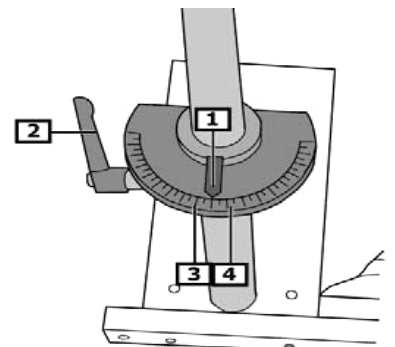

Fig. 6:
- Fig. 6** Lagerbockeeinstellung, rechte Seite, Feststellhebel (2) lösen. Zeiger (1) auf 10° rechts (4) stellen. Feststellhebel festdrehen (2).
- Fig. 6** Lagerbockeeinstellung, linke Seite, Feststellhebel (2) lösen. Zeiger (1) auf 10° (3) links stellen. Feststellhebel (2) festdrehen.
- Fig. 6** Bearing mount setting, right side, loosen locking lever (2). Set pointer (1) to 10° right (4). Tighten locking lever (2).
- Fig. 6** Bearing mount setting, left side, loosen locking lever (2). Set pointer (1) to 10° left (3). Tighten locking lever (2).
- Fig. 6** Réglage de support de palier, côté droit, desserrer le levier de blocage (2). Régler l'index (1) sur 10° à droite (4). Bloquer le levier de blocage (2) en le faisant tourner.
- Fig. 6** Réglage de support de palier, côté gauche, desserrer le levier de blocage (2). Régler l'index (1) sur 10° à gauche (3). Bloquer le levier de blocage (2) en le faisant tourner.
- Fig. 6** Ajuste del soporte del cojinete, lado derecho; soltar la palanca de bloqueo (2). Colocar el indicador (1) a 10° hacia la derecha (4). Fijar la palanca de bloqueo (2).
- Fig. 6** Ajuste del soporte del cojinete, lado izquierdo; soltar la palanca de bloqueo (2). Colocar el indicador (1) a 10° hacia la izquierda (3). Fijar la palanca de bloqueo (2).